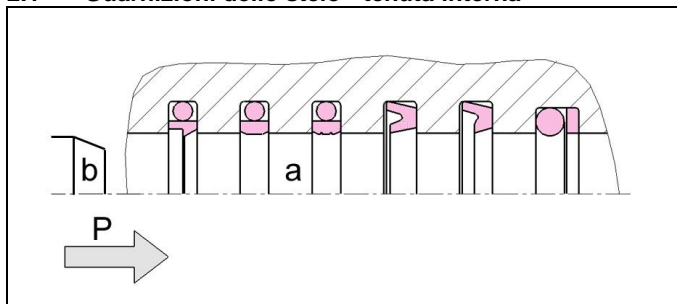

Fig. 1: Guarnizioni dello stelo con direzione della pressione
**Attenzione:** Prestare attenzione alla posizione corretta del labbro di tenuta (vedere fig. 1). Accertarsi che le guarnizioni siano montate nella cava corretta in quando a volte sono presenti due cave. Esse sono dotate di una guarnizione principale (primaria) e accessoria (secondaria) (vedere fig. 3).